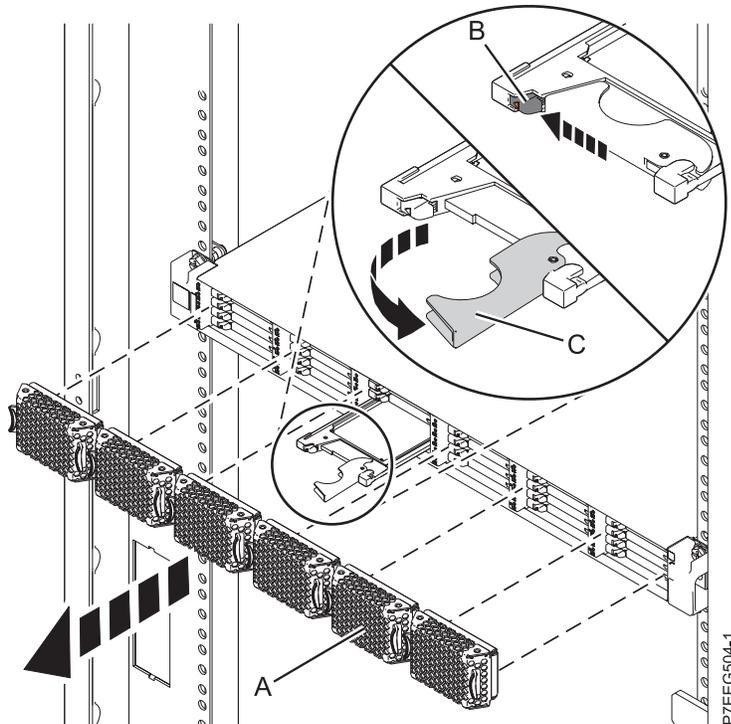

Abbildung 17. Solid-State-Laufwerk aus PCIe-Speichereinheit EDR1 ausbauen
1. Ziehen Sie die Frontblende (A) vom Steckplatz mit dem Solid-State-Laufwerk ab. Siehe Abb. 17 auf Seite 29.
2. Legen Sie den Entriegelungshebel (B) vorsichtig um, um den Griff für die Laufwerkhalterung zu entriegeln.
3. Ziehen Sie das Laufwerk am Griff (C) teilweise aus dem Steckplatz.